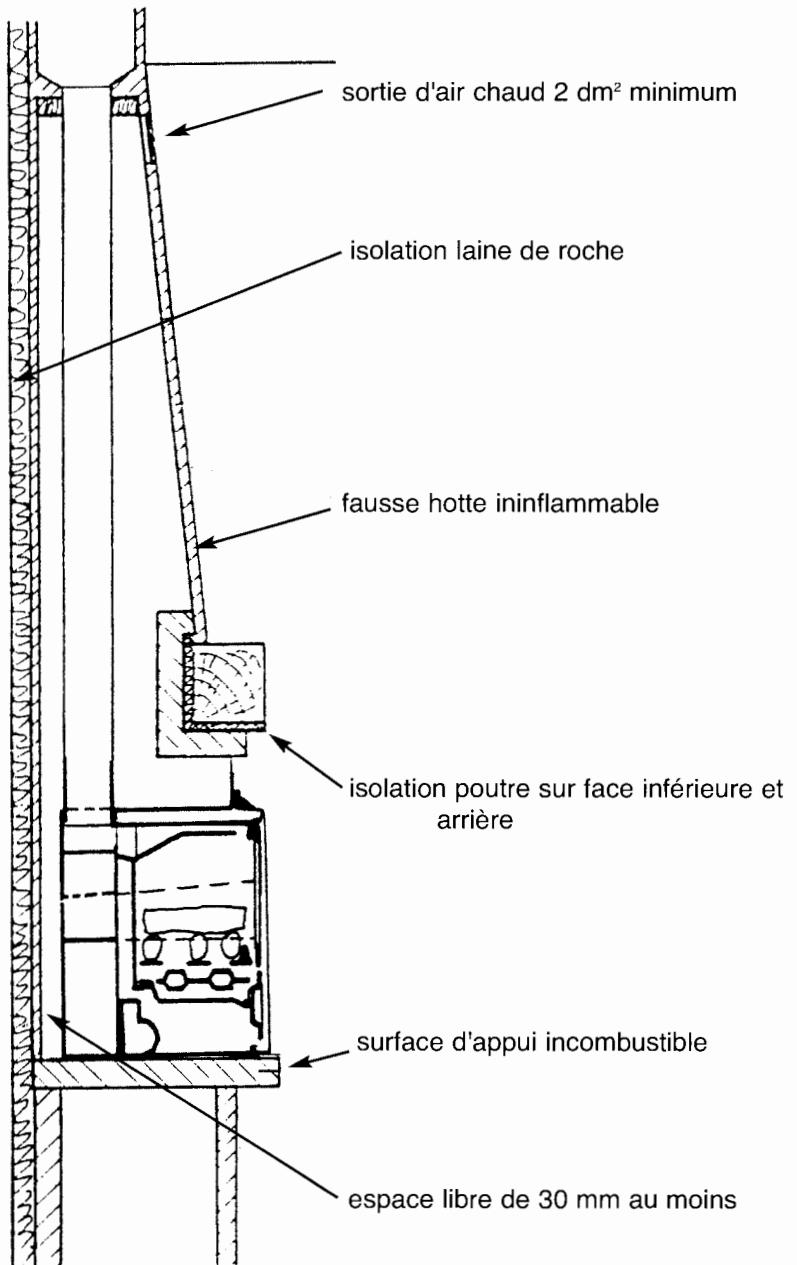

Fig. 3
**IMPORTANT** : Cette nouvelle disposition impose de prévoir un espace d'au moins 30 mm à l'arrière de l'appareil (Fig. 3)